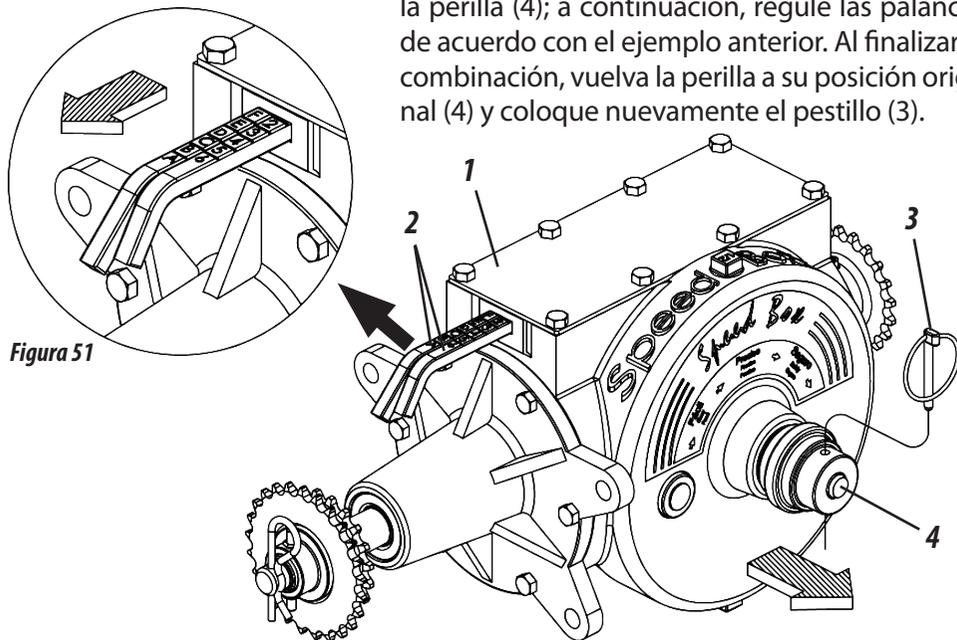

Figura 51
SPEED BOX (FIGURA 51)
- 1- Elija la cantidad deseada en las tablas y seleccione la combinación correspondiente en las palancas (2). Ejemplo: la posición F2 en la tabla indica que la palanca con letras debe estar en la posición "F" y la palanca con números debe estar en la posición "2", como se muestra en la figura 51.
- 2- Para mover las palancas retire el pestillo (3) y jale la perilla (4); a continuación, regule las palancas de acuerdo con el ejemplo anterior. Al finalizar la combinación, vuelva la perilla a su posición original (4) y coloque nuevamente el pestillo (3).